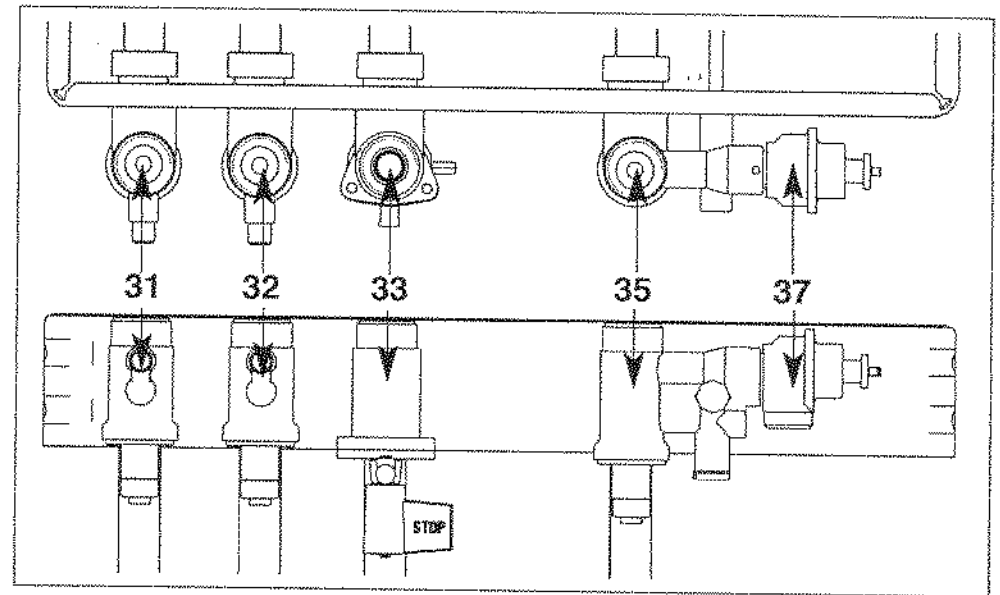

Fig. 22 - vues de dessus et de face
## Barrette robinetterie (fig. 22)
3. Ouvrez l'arrivée du gaz en tournant le robinet gaz "33" (fig. 22, page 20), sur la position « 🔥 ».
- Coupez l'arrivée du gaz en tournant le robinet "33" (fig. 22, page 20), sur la position «STOP».